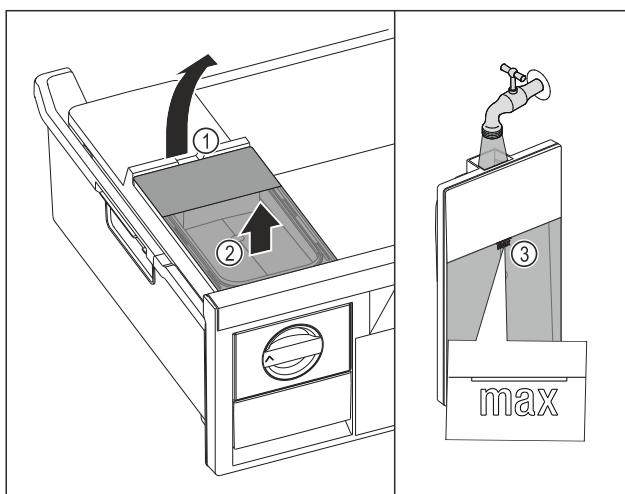

Fig. 109
- Ridicați rezervorul de apă de la degajare Fig. 109 (1).
- Scoateți rezervorul de apă în sus. Fig. 109 (2)
- Umpleți rezervorul de apă până la marcaj Fig. 109 (3) cu apă potabilă.